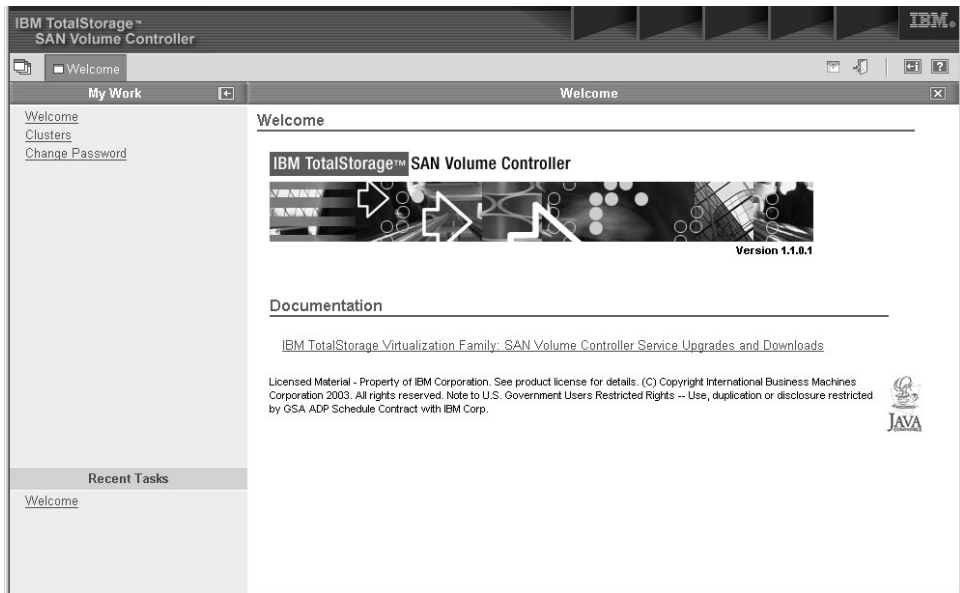

图 20. SAN Volume Controller Console Welcome 面板
2. 输入客户提供的 SAN Volume Controller Console 用户名和密码；显示以下 Welcome 面板。请参阅图 20。